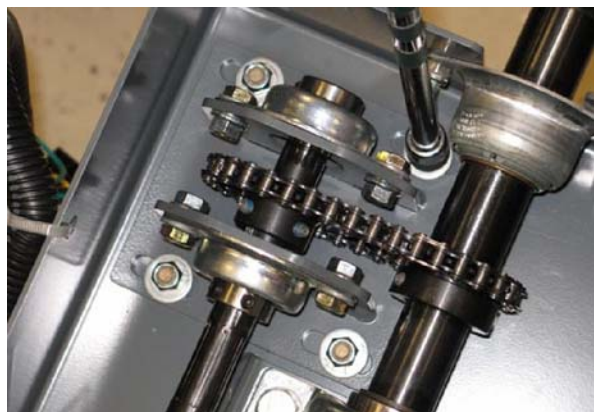

FIG. 24
20. Afloje los tornillos que sujetan la placa de soporte al canal de dirección. (Fig. 24)